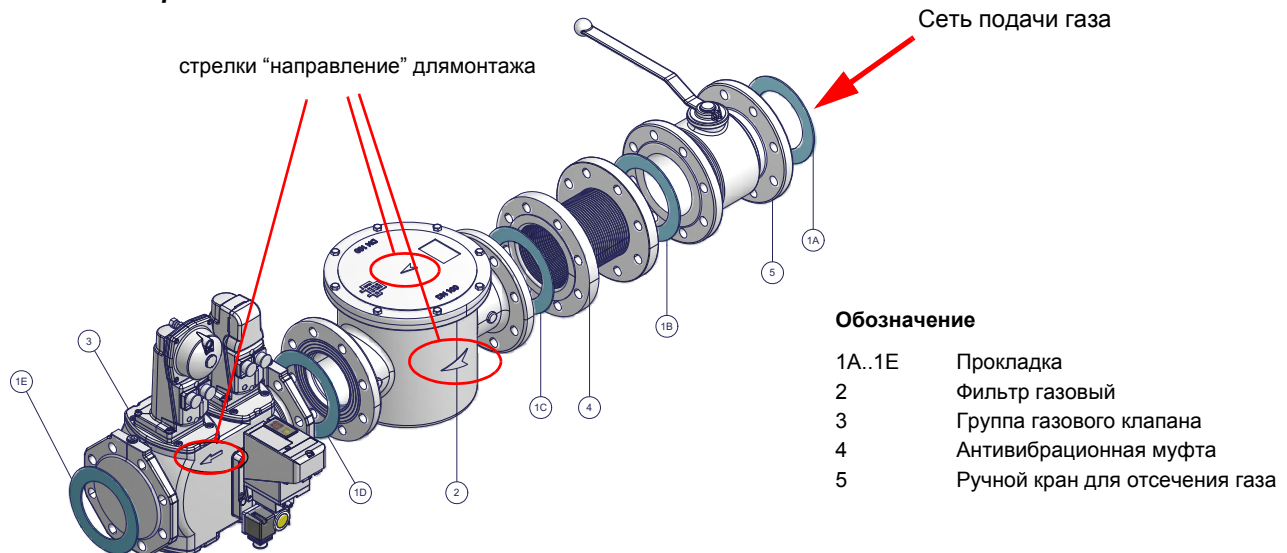

Рис. 7 - Пример газовой рампы
- 1 - б) при фланцевых соединениях: между соседними компонентами устанавливать прокладку (1A..1E - Рис. 7), совместимую с используемым газом,
ВНИМАНИЕ: после монтажа газовой рампы согласно схеме на Рис. 7, необходимо провести тестирование на герметичность газового контура, согласно требований действующих нормативов.